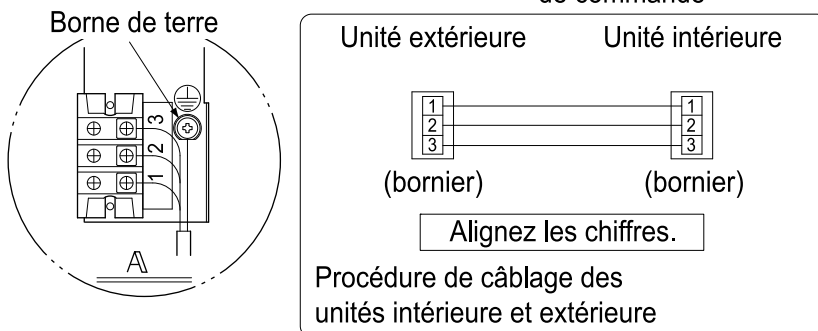

Fig. 29
- Enlevez le couvercle du boîtier de commande et la retenue du tuyau de la façon indiquée à la **Fig. 29** et raccordez les fils de numéros correspondants au bornier (X2M: 3P) du côté droit de l'unité. Raccordez le conducteur de terre à la borne de terre. Ce faisant, tirez le câblage dans l'unité par le trou de câblage et fixez-le au conducteur de terre à l'aide de l'attache (8).